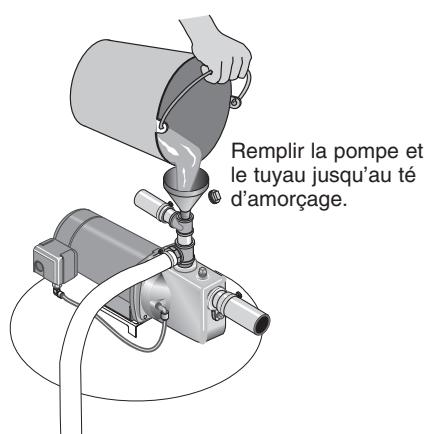

Figure 9: Amorçage de la pompe
- Déposer le bouchon d'amorçage du té d'amorçage et remplir la pompe. Remplir toute la tuyauterie entre la pompe et le puits et s'assurer que tout le tuyau à l'intérieur du puits est bien rempli. Si un té d'amorçage a également été installé sur le tuyau d'aspiration, déposer le bouchon du té et remplir le tuyau d'aspiration. Voir Figure 9.